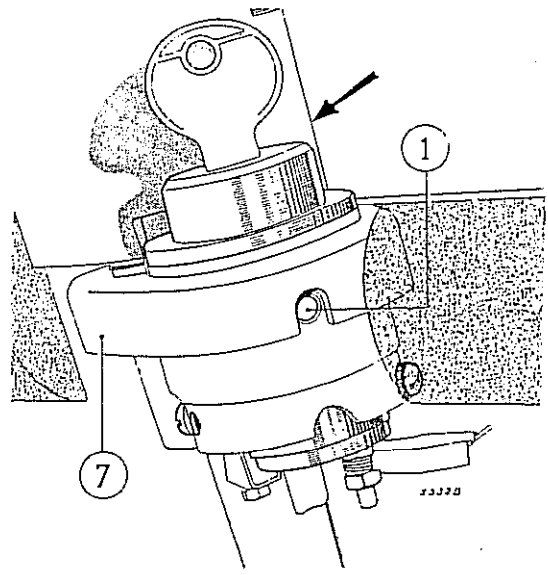

Fig. 184
- 4) Quitar los dos tornillos de fijación del antirrobo al soporte de dirección 7 (Fig. 184).
- 5) Hacer presión sobre el pernito de traba por el orificio (1, Fig. 184) y sobre la bolilla de traba instalada en el interior de un orificio ubicado al lado de uno de los tornillos de fijación retirar el aparato hacia el lado del volante.